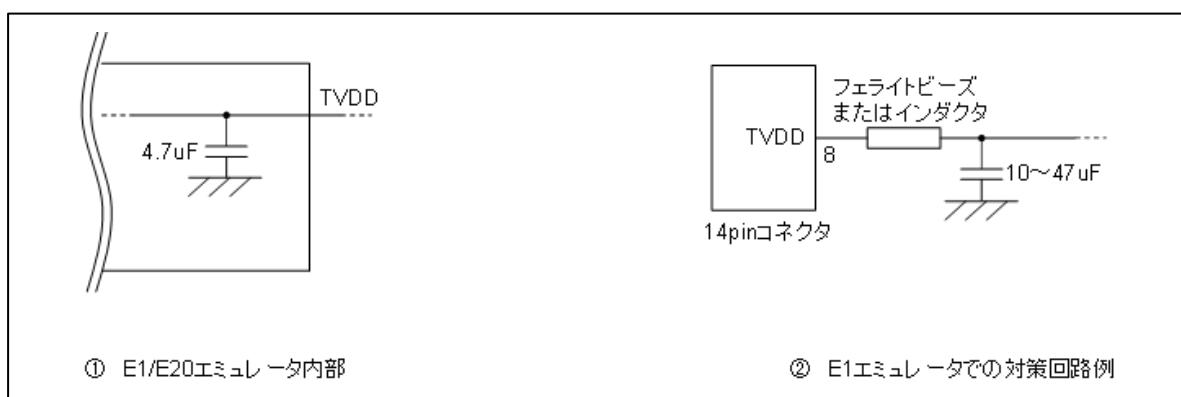

図 2-8 ホットプラグイン向け対策回路
ホットプラグイン接続を行う可能性がある場合には、下記のような回路構成にしておく必要があります。図 2-8 ①のように E1 エミュレータの 8 番ピンには、エミュレータ内部で 4.7 $\mu$ F のコンデンサが付いているため、ホットプラグイン接続を行う場合はユーザシステム上の電源電圧が一瞬低下する場合があります。この電圧降下により MCU リセットが発生する可能性があります。図 2-8 ②に示すように、エミュレータ接続コネクタの TVDD ラインの直近にフェライトビーズ(またはインダクタ)と低 ESR で大きめのコンデンサを付けることで症状を軽減することができますが、本対策は、電圧降下を完全に改善するものではありません。なお、ホットプラグイン接続はデバッグ時のみ有効な機能であり、本機能を使用する場合は、別売のホットプラグインアダプタが必要です。